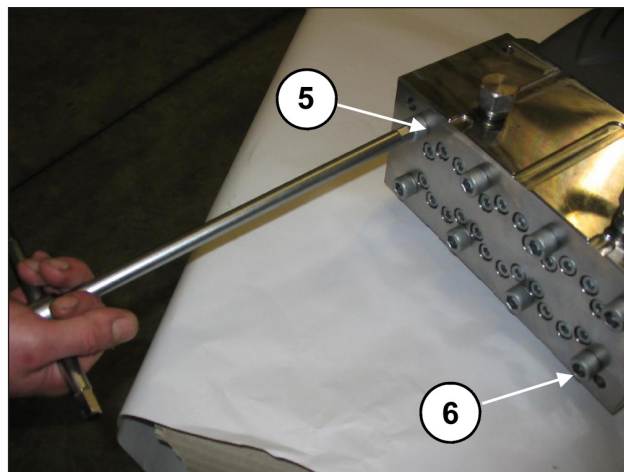
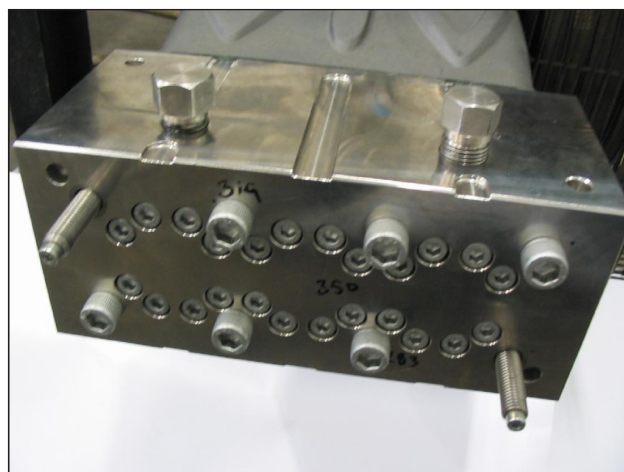

Fig. 35
Fig. 36
- Solte os parafusos de fixação do cabeçote M12x260 n° 5 e n° 6, conforme indicado na Fig. 35, substituindo-os com dois parafusos - pino de serviço (cód.27508200), conforme indicado na Fig. 36 e então proceda com a remoção dos parafusos restantes.